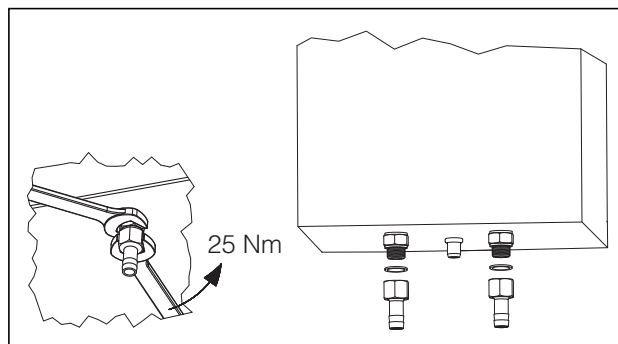

Рис. 16: Удаление патрубков
- Для этого необходимо удалить патрубки для шлангов на агрегате (см. рис. 16).
- Для этого необходимо удалить патрубки для шлангов на агрегате (см. страницу 9 рис. 16).